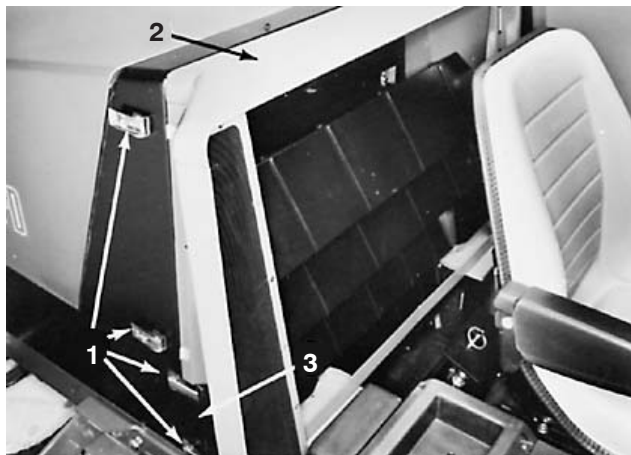

Figure 43
- B. Déverrouillez les poignées de verrouillage de chaque côté et déposez le cadre de radiateur et le support de grille (Fig. 43).